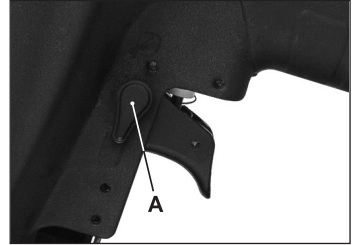

Рисунок 7
2. КОНТАКТНЫЙ РЕЖИМ. Для работы в этом режиме переведите собачку селекторного переключателя (А) в положение «вниз» (рис. 7). Чтобы забить крепеж, одновременно должны быть нажаты контактная скоба и курок. В контактном режиме, можно удерживать курок, тогда каждое касание контактной скобы с рабочей поверхностью приведет к срабатыванию.